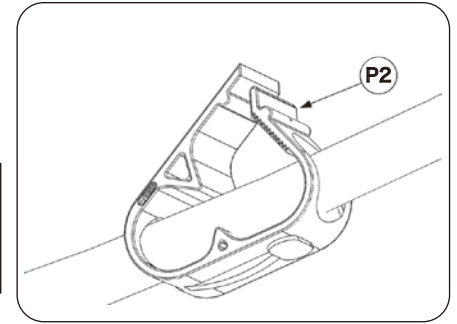

図 9
- 12) ホース締付用クランプ (図 9 の P2) を開いて、ポンプの電源を入れてください。
注意：本体からホースを外す際には、所定のクランプ（5 ページ、図 9 の P2）でホースを締め付けて、水槽の水がホースから出ないようにしてください。本体にホースを再び取り付けた時に所定のクランプ（5 ページ、図 9 の P2）を開いてください。